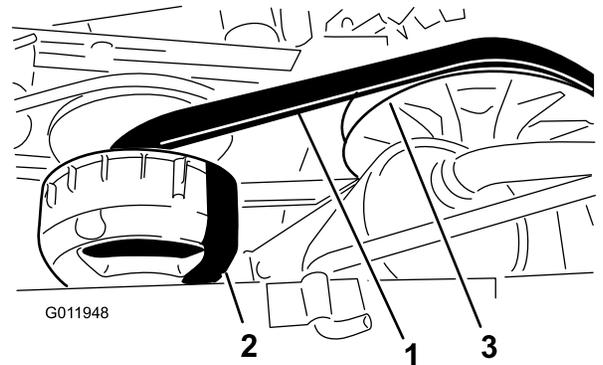

图 67
4. 转动并检查皮带图 67 是否有过度磨损或损坏的迹象。
3. 转动并将皮带放到副离合器上图 67。
4. 从副离合器上卸下皮带图 67。
5. 将新皮带放到主离合器上并对齐图 67。
6. 转动并将皮带放到副离合器上图 67。